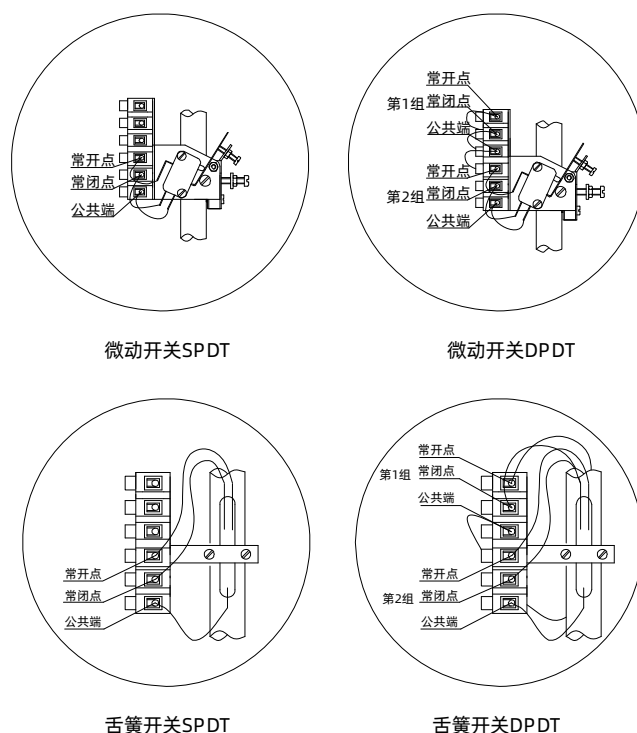

图 4 电气接线
2. 按接线图接线，请注意高报、低报开关动作相反，一定要根据接线图（见图4）连接到正确的端子上。对于SPDT形式，高报接一对常闭点-公共端，低报接一对常开点-公共端；对于DTDP形式，高报接两对常闭点-公共端，低报接两对常开点-公共端。